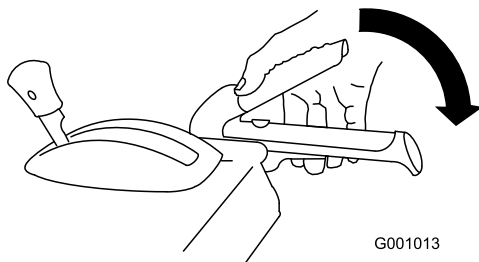

Bild 37
1. Drücken Sie zum Einkuppeln des Räumwerk-/Impellerantriebs den rechten Hebel (Räumwerk/Impeller) zum Handgriff (Bild 37).